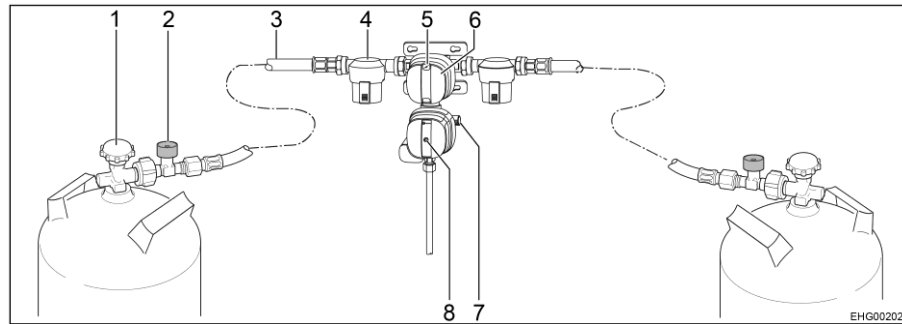

Fig. 121 Sistema de regulación de presión de gas de seguridad DuoControl CS
El sistema de regulación DuoControl se compone de una válvula selectora y el sensor de impacto. El sistema de regulación DuoControl está montado entre las mangueras de alta presión (Fig. 121,3) con dispositivo de seguridad en caso de rotura de manguera (Fig. 121,2). Con el botón giratorio (Fig. 121,6) en la válvula selectora se puede determinar cuál de las bombonas de gas se utilizará como bombona de servicio y cuál de ellas como bombona de reserva.
En la mirilla (Fig. 121,5) se indica el estado del suministro de gas:
El sensor de impacto bloqueará el suministro de gas en caso de un impacto significativo (p. ej. accidente). La posición del botón de restablecimiento amarillo (Fig. 121,8) indica el estado de funcionamiento del sensor de impacto:
- Si el botón de restablecimiento amarillo (Fig. 121,8) está hundido, el sensor de impacto está dispuesto para el funcionamiento.
- Si el botón de restablecimiento amarillo (Fig. 121,8) sobresale, el sensor de impacto **no** está dispuesto para el funcionamiento. Puesta en funcionamiento, véase más abajo.
El dispositivo de seguridad en caso de rotura de manguera (Fig. 121,2) bloqueará el flujo de gas si se rompe la manguera conectada. El dispositivo de seguridad en caso de rotura de manguera se deberá activar pulsando la tecla verde.
- Con el botón giratorio (Fig. 121,6) en la válvula selectora, seleccionar la bombona de gas de la que habrá de tomarse el gas principalmente (bombona de servicio). Girar el botón giratorio siempre hasta el tope.
- Abrir las llaves de paso principales (Fig. 121,1) de las bombonas de gas.
- Pulsar la tecla verde del dispositivo de seguridad en caso de rotura de manguera (Fig. 121,2) por aprox. 5 segundos. En la mirilla (Fig. 121,5) se visualizará la marca verde.
- Si el sensor de impacto ha disparado (el botón de restablecimiento amarillo (Fig. 121,8) sobresale):
Hundir el botón de restablecimiento amarillo (Fig. 121,8) con fuerza, girarlo ligeramente en sentido de las agujas del reloj y mantenerlo pulsado por aprox. 5 segundos. Asegurarse de que el botón de restablecimiento permanezca en la posición hundida ("dispuesto para el funcionamiento").
- Cerrar las llaves de paso principales (Fig. 121,1) de las bombonas de gas.
En caso de que luz de control verde (Fig. 122,6) se apague durante el servicio y se encienda la luz de control roja (Fig. 122,5), estará vacía la bombona de servicio y se deberá cambiar. En la mirilla (Fig. 121,5) de la bombona de gas perteneciente se visualizará la marca roja. La bombona de reserva seguirá suministrando gas a los consumidores de gas.
- Girar el botón giratorio (Fig. 121,6) hasta el tope en sentido de la bombona de gas utilizada de momento. De este modo, esta bombona de gas ahora será la bombona de servicio y la bombona de gas vacía se convertirá en la bombona de reserva. La marca en la mirilla (Fig. 121,5) cambiará de rojo a verde.
- Cerrar la llave de paso principal (Fig. 121,1) de la bombona de gas vacía. Observar el sentido de la flecha.
- Pulsar la tecla verde del dispositivo de seguridad en caso de rotura de manguera (Fig. 121,2).